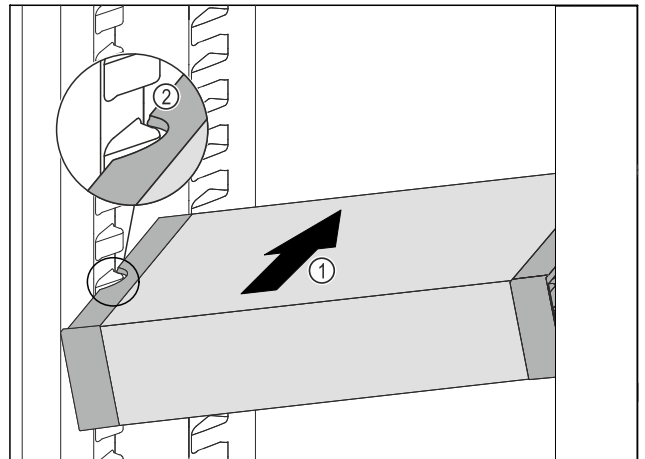

Fig. 31
- Вкарайте VarioSafe под ъгъл в хладилната част Fig. 31 (1), докато страничните прорези Fig. 31 (2) на VarioSafe се намират на височината на ребро на съда в хладилната част.